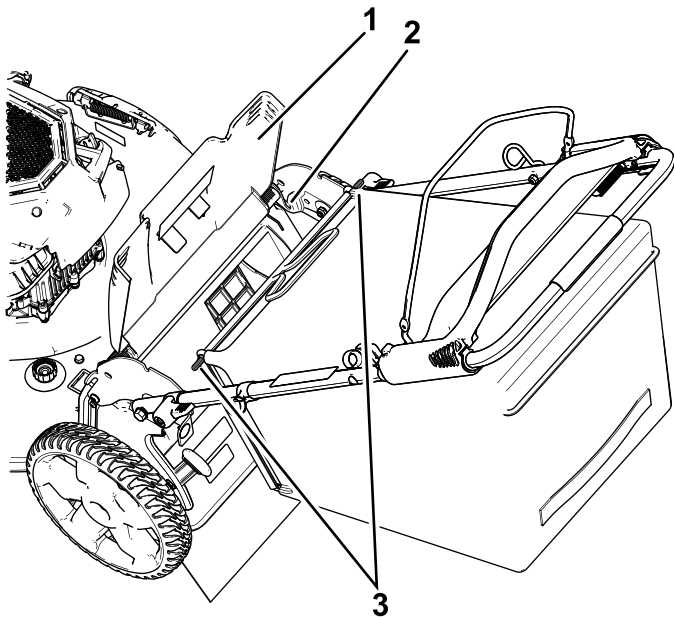

Рисунок 17
1. Поднимите и удерживайте заднюю крышку (Рисунок 17).
2. Установите травосборник и убедитесь, что стержни травосборника вошли в пазы на рукоятке (Рисунок 17).